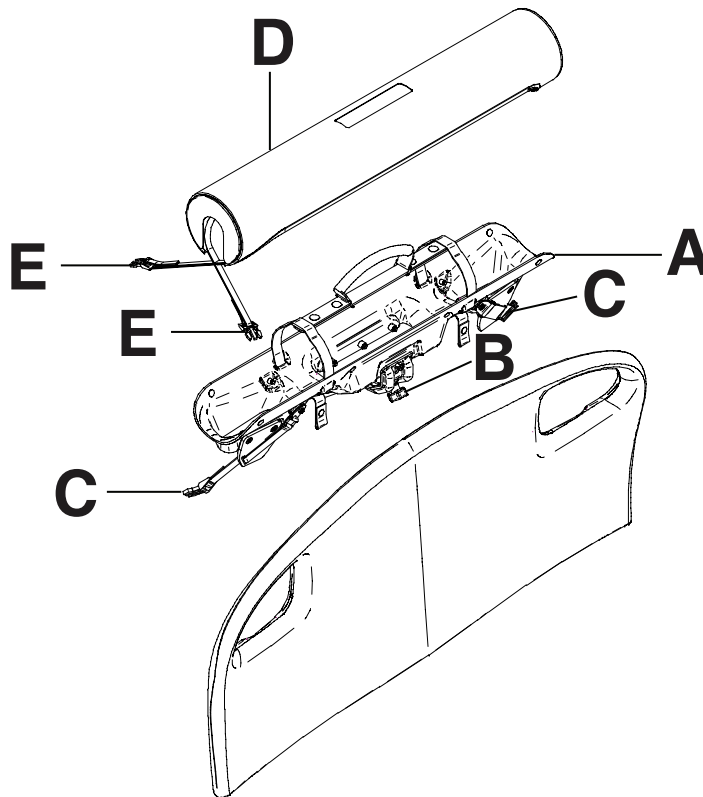

Figure 2-133 : Porte-bouteille à oxygène horizontal
1. Placer le porte-bouteille à oxygène sur la partie supérieure de la tête de lit (A) (Figure 2-133 à la page 2-122).
2. Visser la fixation du porte-bouteille à oxygène sur la tête de lit (B) (Figure 2-133 à la page 2-122) pour fixer le porte-bouteille à oxygène horizontal au produit.
3. Passer les sangles du bas (C) à travers les poignées de la tête de lit (Figure 2-133 à la page 2-122).
6. Placer le protecteur du porte-bouteille à oxygène sur la bouteille à oxygène (D) (Figure 2-133 à la page 2-122).
7. Attacher les sangles du protecteur du porte-bouteille à oxygène ensemble (E) (Figure 2-133 à la page 2-122).